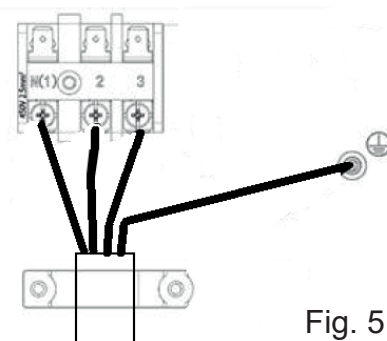

Fig. 5.1.5
- ① Serrare il cavo di alimentazione rispettivamente ai terminali, mediante le viti. Un collegamento errato può causare un incendio.
- ② Se il cavo di alimentazione viene collegato in modo non corretto, vi è il rischio che il Condizionatore venga danneggiato.
- ③ Collegare il cavo di comunicazione dell'Unità Interna in modo appropriato, sulla base dei segni corrispondenti e come mostrato in Fig. 5.1.5.
- ④ Le Unità Interna ed Esterna devono essere entrambe fornite di collegamento di Terra.
- ⑤ L'Unità deve essere dotata di collegamento di Terra, in conformità con la normativa locale e nazionale.